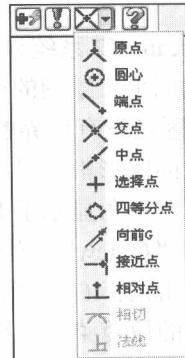

图 1.9 【手动捕捉】下拉列表
(4) 手动捕捉按钮 \times 。除了自动捕捉功能外，系统还提供手动捕捉功能，单击捕捉栏右侧的 \times 按钮，系统弹出如图 1.9 所示的【手动捕捉】下拉列表，用户可以根据实际捕捉的需要选择相应的手动捕捉选项。